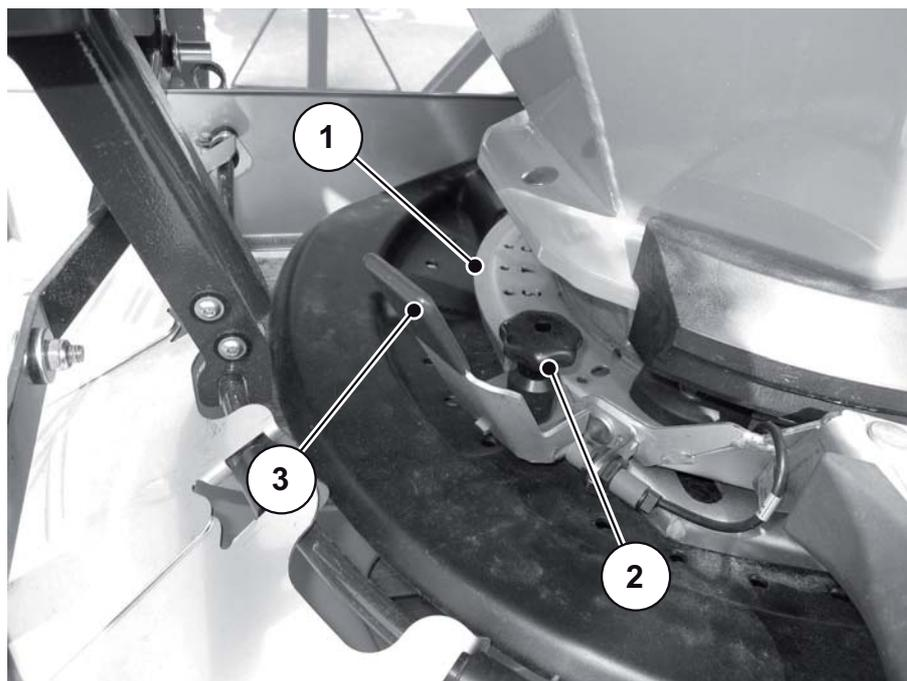

Figura 7.9: Regolazione del traslatore
- Abbassare il limitatore destro della larghezza di spargimento e chiudere il traslatore (vedere figura 7.9).